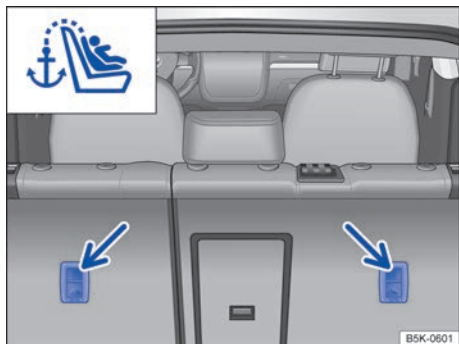

Fig. 56 En la parte posterior del asiento trasero: argollas de sujeción para el cinturón de fijación superior.
- Guíe el cinturón de fijación superior del asiento para niños hacia atrás, en dirección al maletero, y engánchelo en la argolla de sujeción correspondiente marcada como Top Tether → fig. 56.